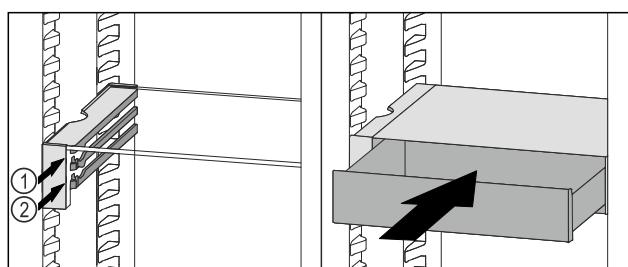

Fig. 78
- Установите выдвижной ящик VarioSafe за стопоры на требуемый выступ *Fig. 78 (1)* или *Fig. 78 (2)*.